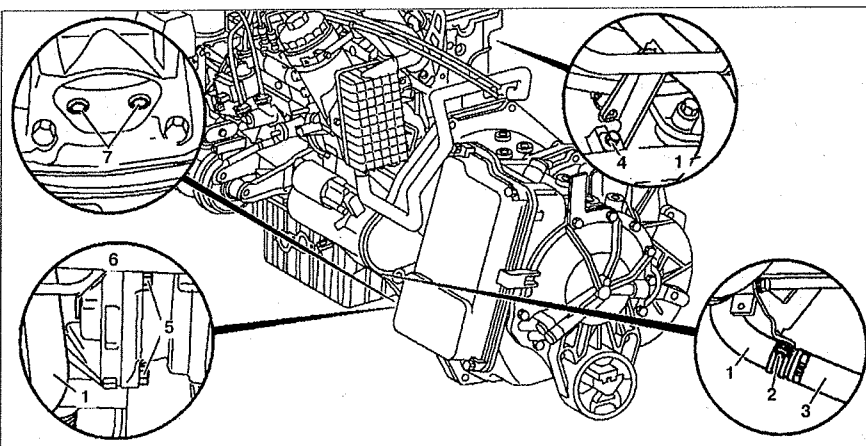

Рис. 6.49. Снятие и установка АКПП (автомобили с двигателями 601.970):
12. Используя подъемник 14, поднимайте коробку передач с двигателем до тех пор, пока опоры 9 коробки передач не разгрузятся полностью (см.рис.6.49).